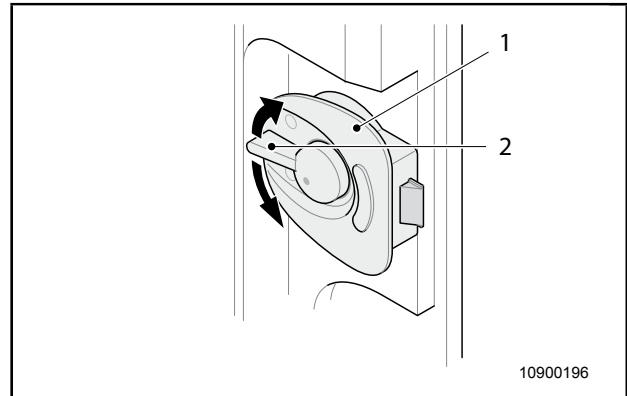

Abb. 5 Tür von innen öffnen und schließen
- ◆ Den Türöffner (Abb. 5, Pos. 2) nach unten drücken und Tür öffnen.
Der Türöffner (Abb. 5, Pos. 2) springt in Ausgangsstellung zurück.
- ◆ Zum Schließen der Tür, am Türgriff (Abb. 5, Pos. 1) zuziehen.
- ◆ Den Türöffner (Abb. 5, Pos. 2) nach oben in die Verriegelungsstellung ziehen.